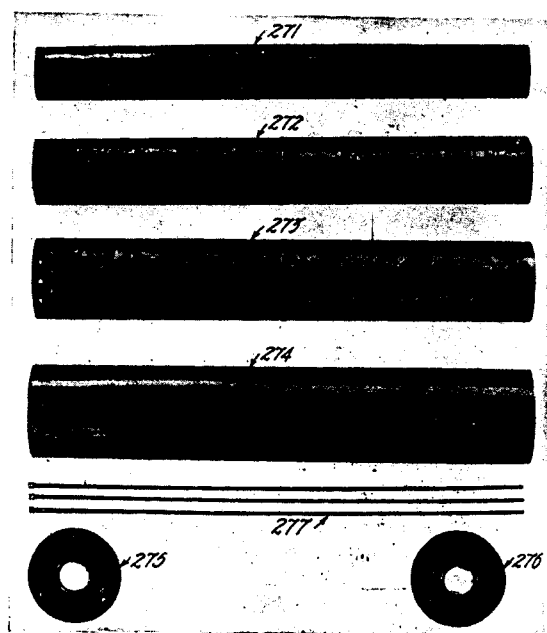

Fig. 64.
55. Exhaust muffler. (See Fig. 64.)